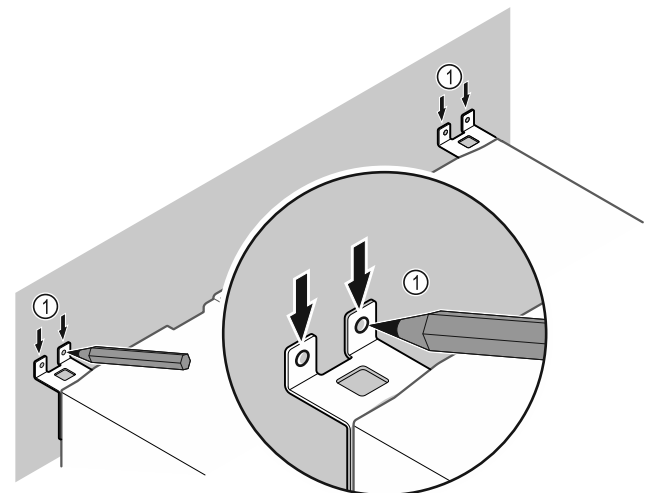

Fig. 53
- Markierungen an der Wand setzen Fig. 53 (1).